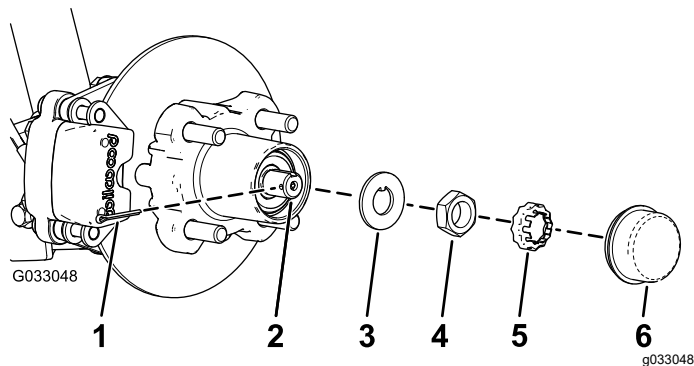
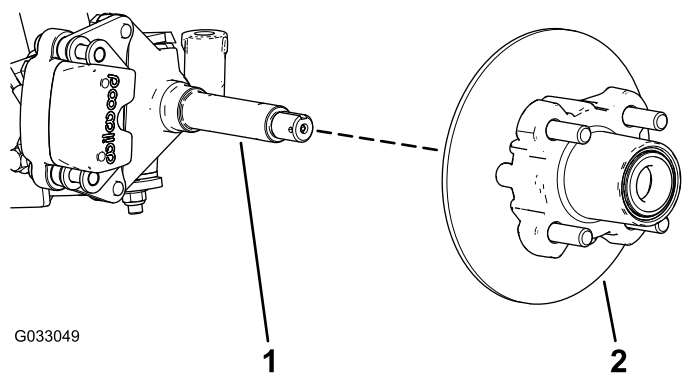

Figura 24
Figura 25
4. Retire o tampão antipoeira do cubo (Figura 24).
5. Retire o contrapino e o retentor da porca do eixo e porca do eixo (Figura 24).
6. Retire a porca do eixo do eixo e afaste o conjunto do cubo e o rotor do eixo (Figura 24 e Figura 25).